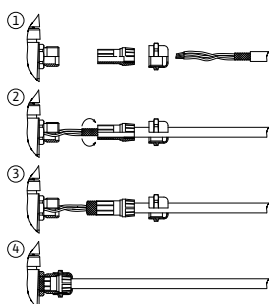

Fig. 24: Supporto schermato
La schermatura viene collegata al modulo elettronico con il passacavo. Vedi Fig. 24.
Occorre schermare i cavi degli ingressi digitali, degli ingressi analogici e della comunicazione via bus mediante il pressacavo metallico del passacavo (Fig. 18, pos. 4, 5 e 6). Per la schermatura vedi Fig. 24.